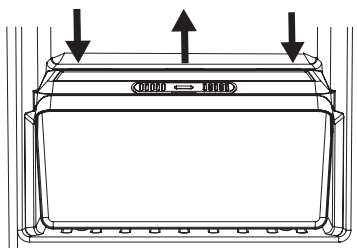

Fig.3
- Asegúrese de tener completamente abierta la puerta de su refrigerador, levante el extremo frontal de la tapa de la bandeja vegetales y extráigala completamente. Ver Fig. 3